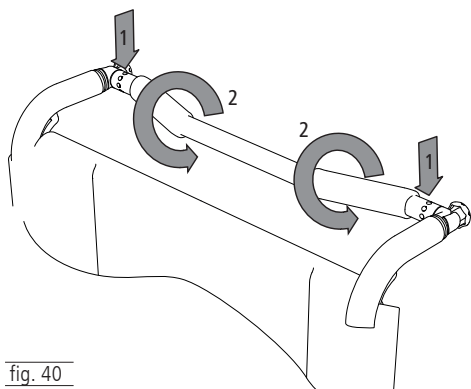

fig. 40
1. For at gøre dette løsnes begge unbrakoskruerne (venstre/højre) (1, fig. 40), og tages helt ud.
2. Anbring skubbestangen i den position, der passer til dig (2, fig. 40). Spænd efterfølgende skruerne.